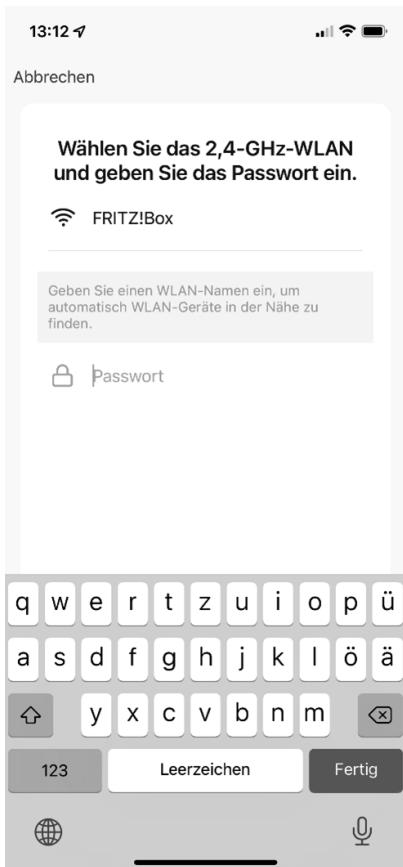

Fig. 3
- Nel passaggio successivo immettere la password della propria rete Wi-Fi (vedere la fig. 3), quindi toccare il pulsante **WEITER**.